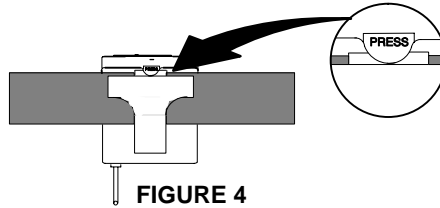

FIGURE 4
1. Appuyer sur la languette marquée PRESS (APPUYER) et glisser la ceinture, le vêtement ou la sangle de guitare entre le corps du transmetteur et le clip de ceinture (figure 4).